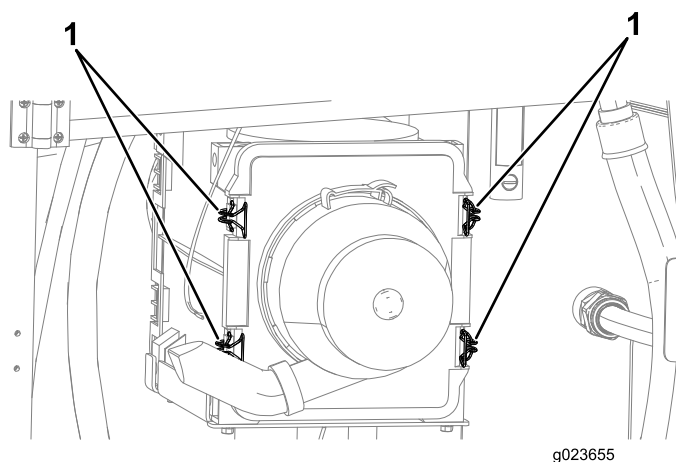

Figura 118
5. Tire hacia fuera de los 4 cierres de la tapa del limpiador de aire (Figura 118).
4. Empuje la tapa del limpiador de aire hacia dentro hasta que quede correctamente asentada, y sujétela con los cierres (Figura 118).